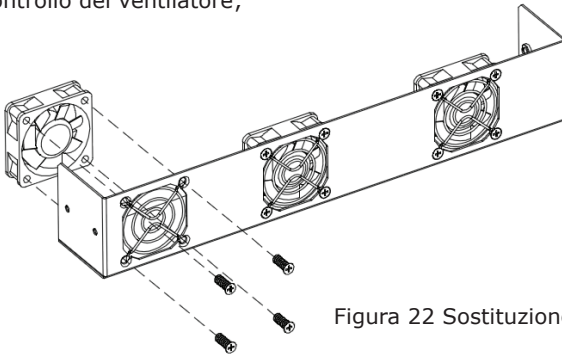

Figura 22 Sostituzione del ventilatore
- (8) Smontare il ventilatore danneggiato dell'inverter come illustrato nella Figura 22, quindi installare il nuovo ventilatore nella posizione originale e collegare i cavi di alimentazione e di controllo del ventilatore;